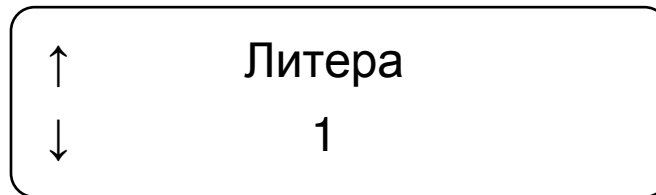

Рисунок 4 – Окно изменения частотной литеры ПРД
- В режиме установки частотной литеры («ЛИТЕРА») осуществляется индикация установленной частотной литеры в виде числового значения (имеет 4 варианта состояния: «1», «2», «3», «4»). Для изменения частотной литеры необходимо, находясь в режиме установки частотной литеры нажать кнопку «Р», при этом в левой части экрана появятся значки «↑» и «↓» - см. рисунок 4 (здесь и далее – **индикация возможности изменения установленного значения**). Кнопками «▲» или «▼» выбрать требуемое значение частотной литеры ПРД. Нажать кнопку «Р» для фиксации выбранного значения частотной литеры, после чего, нажимая кнопки «▲» или «▼», выбрать в меню «ВЫХОД» для выхода в режим изменения установок ПРД.